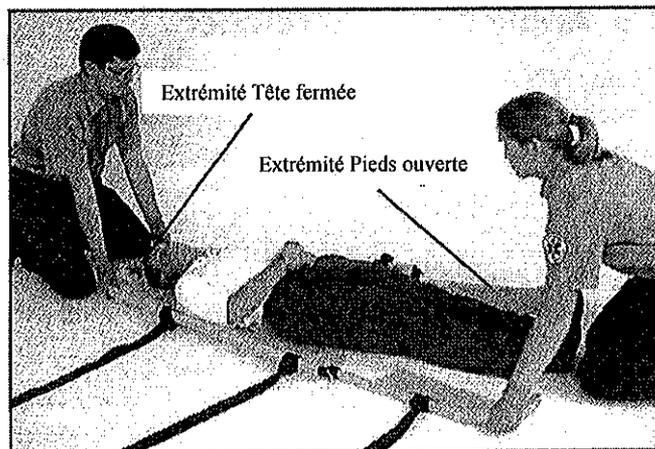

Figure 8 : Installation en "V" de la civière
3. Placez la civière de sorte que la tête du patient soit du côté où la zone d'assemblage est fermée (c'est-à-dire à la base du V, Figure 8.)